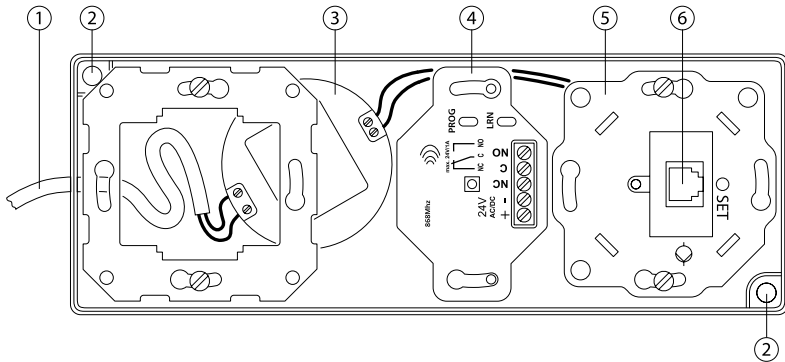

Fig. 10: Aufbau Heatfixx Elektronikbox Aufputz
Aufbau der Heatfixx-Elektronikbox Aufputz (Fig. 10):
- Schrauben an den entsprechenden Durchführungen durch das Gehäuse der Elektronikbox stecken (Fig. 10, Pos. 2) und Elektronikbox an der Montagewand anschrauben.